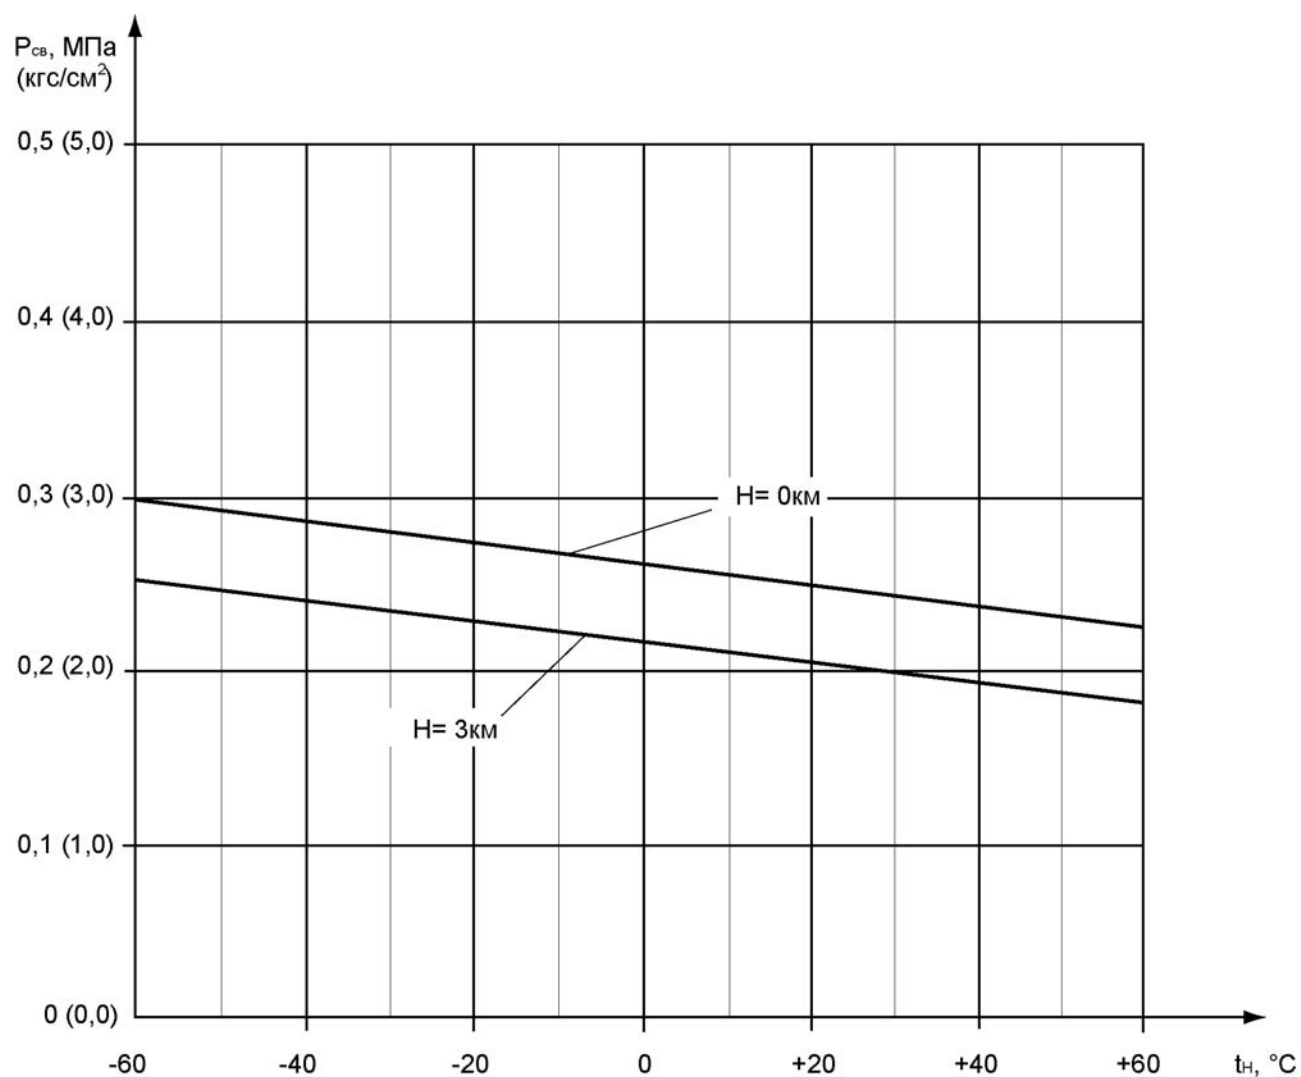

Рис. 5 Минимальные рекомендуемые давления воздуха на входе в воздушный стартер в процессе запуска двигателя на земле
- На кадре экрана МФИ 2 в процессе запуска следить за давлением воздуха перед стартером (не более  $5 \text{ кгс/см}^2$  и не менее минимально допустимого значения по графику (Рис. 5). При этом на экране МФИ 2 индикация  $P_B$  должна быть зеленого цвета. Температура газа за ТНД — начнет расти через 21–28 с с начала запуска.